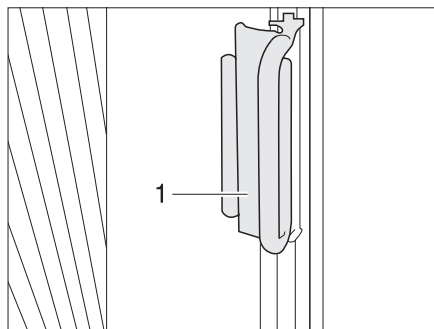

Fig. 8 Tirador de estor plegable ventana del conductor/acompañante
- Empujar los estores plegables de la ventana del conductor y la ventana del acompañante con el tirador (Fig. 8,1) a la pieza sobrepuesta. El estor plegable está asegurado.